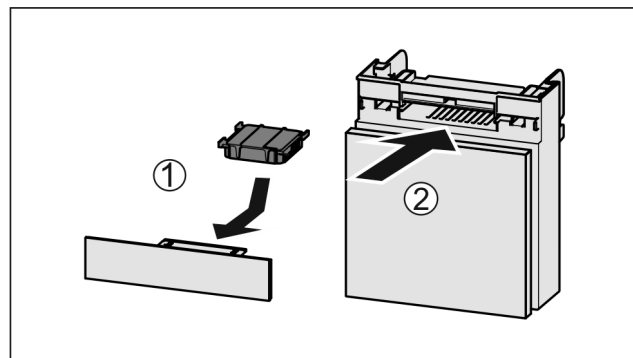

Fig. 138
- Inserire il vano Fig. 138 (2).